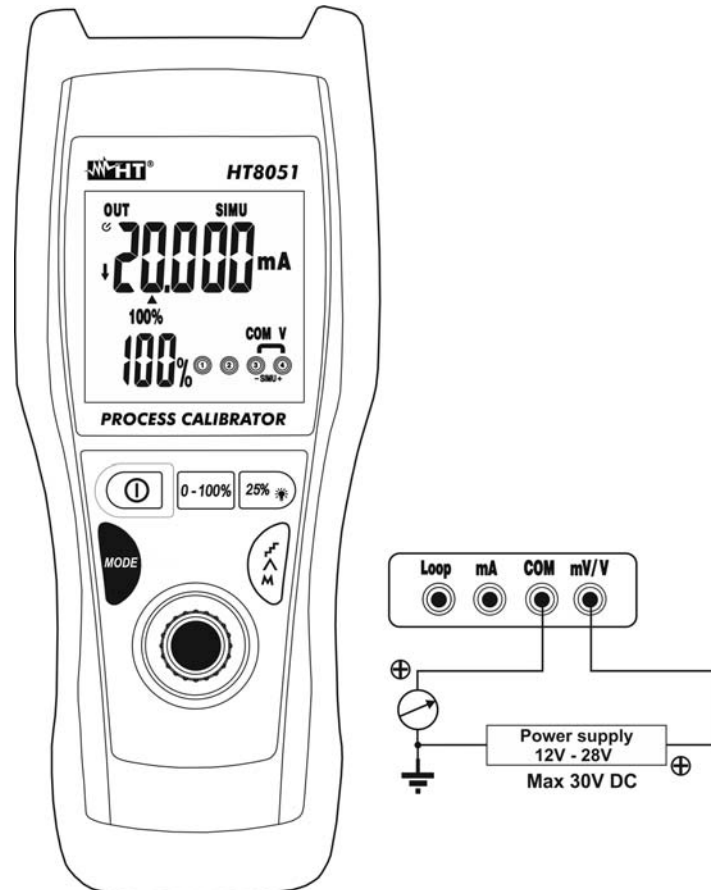

Fig. 8: Simulación de un transductor
5. Posicione la punta verde y la punta negra respectivamente en los puntos de potencial positivo de la fuente externa y positivo del dispositivo externo de medida (ejem: multímetro – vea Fig. 8)
6. Para la generación del valor negativo de la corriente gire las puntas de medida en sentido opuesto respecto a la conexión de Fig. 8